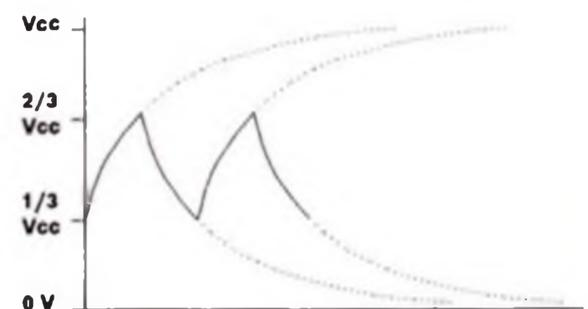

Figure 4 : oscillogramme sur l'entrée moins de l'oscillateur
- Sur l'entrée moins : une dent de scie, correspondant aux charges et décharges de C1 qui essaye indéfiniment d'atteindre les limites de  $1/3$  et  $2/3$  de l'entrée plus (voir figure 4).